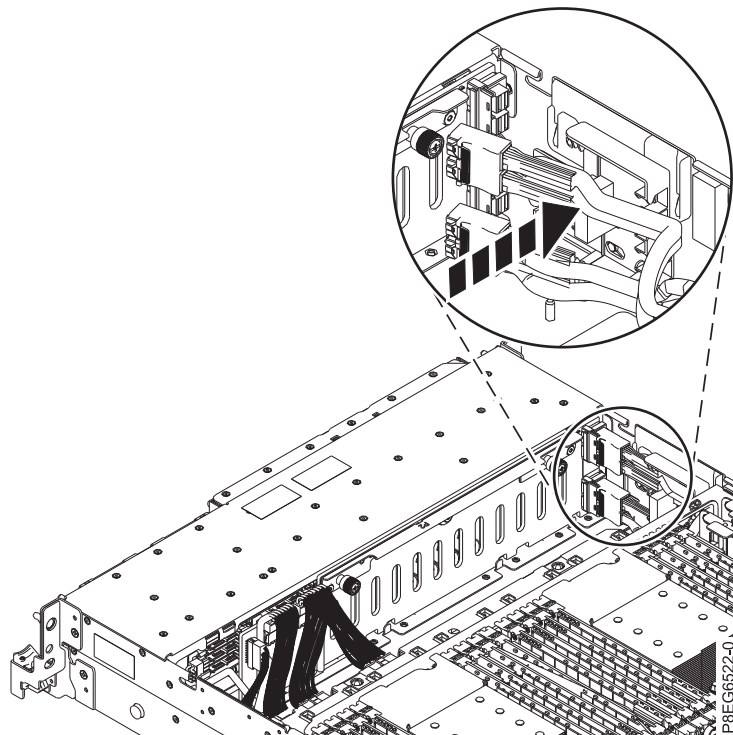

図 14. 前面 SAS ケーブルのガイド・ブロックへの配線
7. 17 ページの図 14 に示すように、前面 SAS ケーブルをシャーシ側面のガイド・ブロックに配線します。